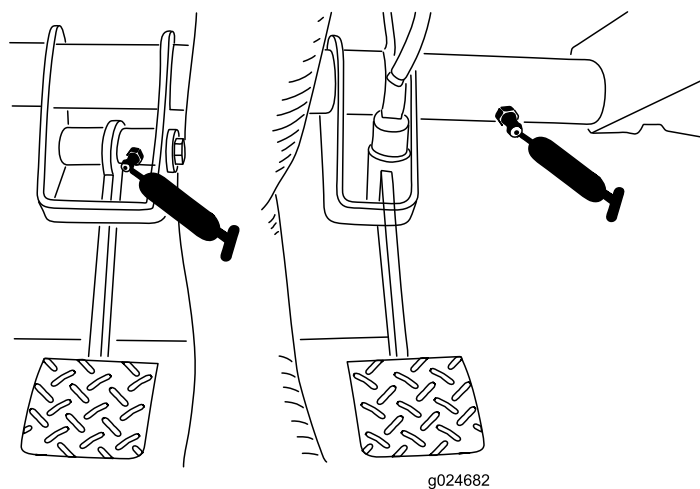

图 30
- 离合器1 个请参阅图 30
- 刹车1 个请参阅图 30